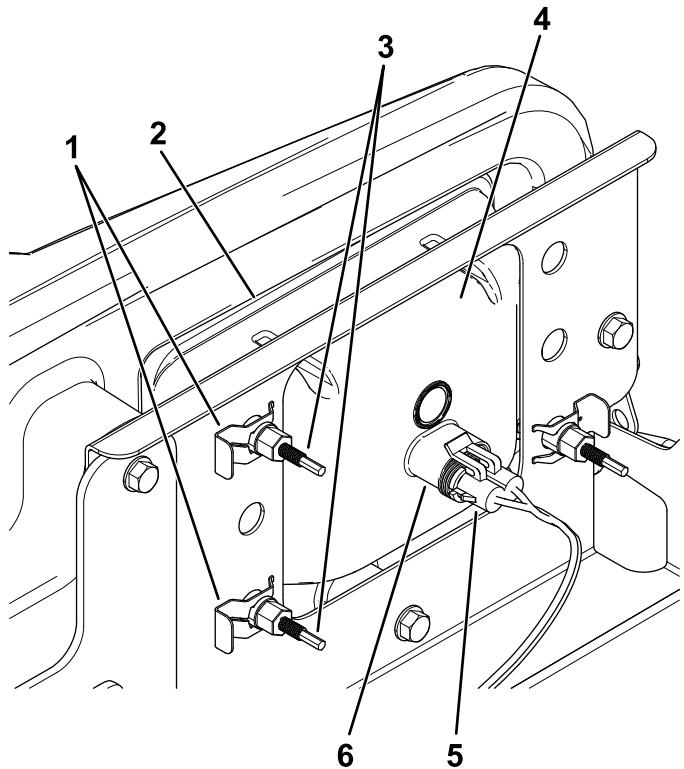

図47
3. ランプアセンブリのコネクタから、ハーネス用のコネクタを外す図47。
4. ヘッドライトをヘッドライトブラケットに固定しているスピードクリップを外す図47。
5. ヘッドライトアセンブリ全体を前に押出して、前バンパーから外す図47。
6. 取り付け穴に新しいヘッドライトを取り付ける図47。
8. ハーネス用のコネクタを、新しいランプアセンブリのコネクタに接続する図47。
5. ヘッドライトアセンブリの裏側部分にある調整ねじ 図 47を回してヘッドライトアセンブリの角度を変えてビームの方向を調整する。